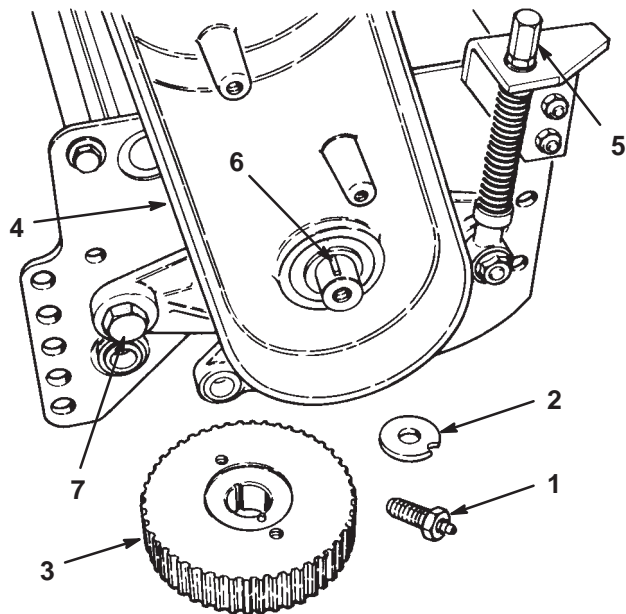

Fig. 31
6. Ta bort cylinderskruvarna, taggbrickan och remskivans bricka från cylinderaxeln (fig. 31).
7. Ta bort remskivan från cylinderaxeln med ett remskiveverktyg (fig. 31). Ta bort woodruff-kilen från cylinderaxeln.
8. Ta bort justeringsdelarna och den koniska muttern, Belleville-brickan och den ansatsbult som säkrar kåpan i sidoplåten (fig. 31). Ta bort kåpan.
10. Kontrollera att hålet i remskivans bricka är i nivå med rulltappen på remskivan och sätt fast brickan, taggbrickan och cylinderskruvarna (fig. 31). Applicera ett medelstarkt gängläslim på cylinderskruvarna. Dra åt muttrarna till moment 61–75 Nm.